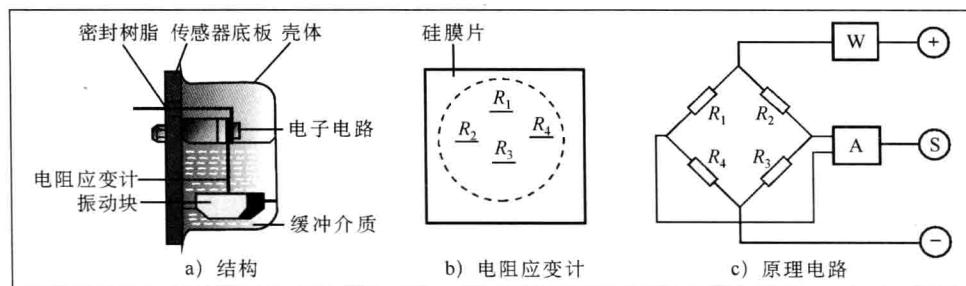

图 1-20 电阻应变计式碰撞传感器
2) 电阻应变计式碰撞传感器。德国博世公司研制生产的电阻应变计式碰撞传感器的结构如图 1-20 所示，当膜片产生变形时，应变电阻的阻值就会发